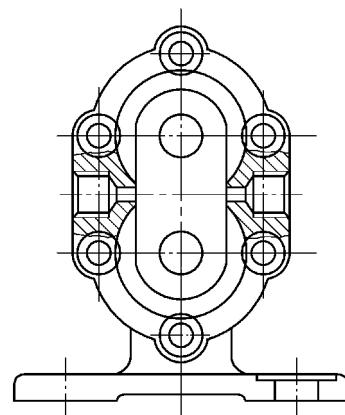

图 12-25 插入泵盖左视图
- 2) 插入块“bgz”至泵体左视图中，插入点为相应螺孔的圆心，如图 12-25 所示。